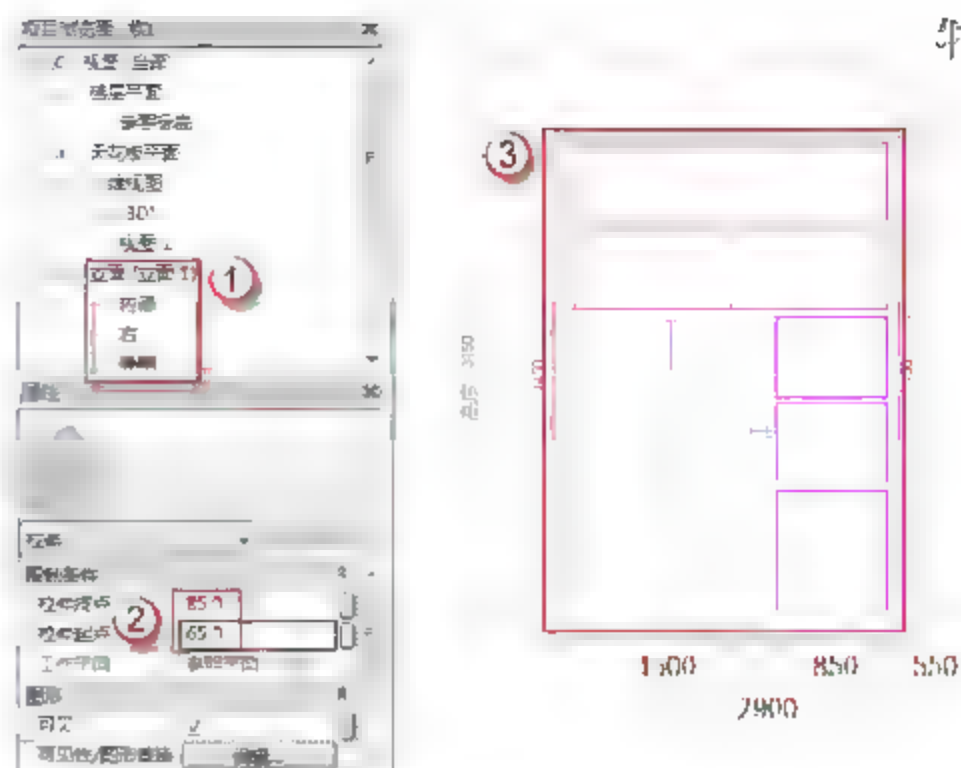

图 6.3.62 MC2934 窗户玻璃的位置及厚度
(19) 添加门板材质。选择“项目浏览器”中的“视图”→“三维视图”→“{3D}”选项,可以进入 MC2934 的 3D 视图,选择门板,在门板的“属性”面板中,单击“材质和装饰”栏“材质”右侧的空白按钮,弹出“关联族参数”对话框,单击“添加参数(D)”按钮,弹出“参数属性”对话框。选择“共享参数”单选按钮,单击“确定”按钮,弹出“共享参数”对话框,在“参数组(G)”中选择“门窗”选项,在“参数(P)”中选择“门板材质”选项,单击“确定”按钮。重复上述(17)~(19)步操作对另一块门板进行“拉伸起终点”和“材质编辑”的调整。
(20) 绘制 MC2934 窗户玻璃。选择“项目浏览器”中的“立面(立面1)”→“外部”选项,可以进入 MC2934 的左立面视图,选择“创建”→“拉伸”命令,进入“修改|编辑拉伸”界面,用菜单中的绘制工具绘制 MC2934 窗户玻璃,在“属性”面板中,在“拉伸终点”中输入“85”字样,在“拉伸起点”中输入“65”字样。绘制完成后,单击√按钮完成绘制,如图 6.3.62 所示。
(21) 修改 MC2934 窗户玻璃的可见性。在“属性”面板中,单击“图形”栏“可见